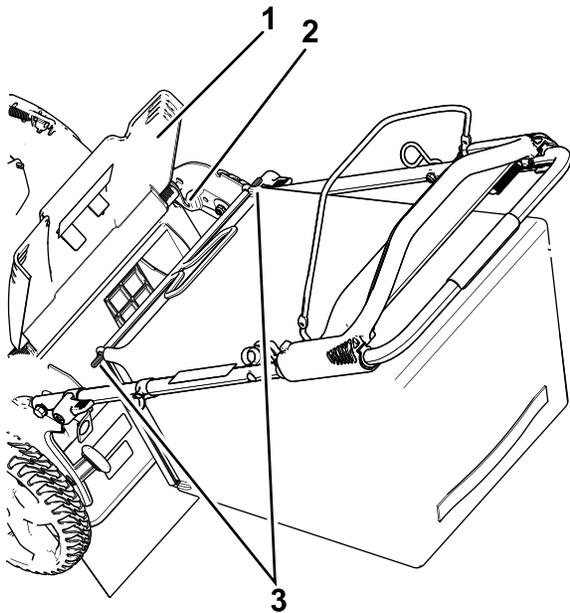

図 19
1. 後部ドアを上を開いてその位置に保持する **図 19**。
2. 集草バッグを取り付ける。バッグについているピンがハンドルのノッチに掛かったことを確認する **図 19**。